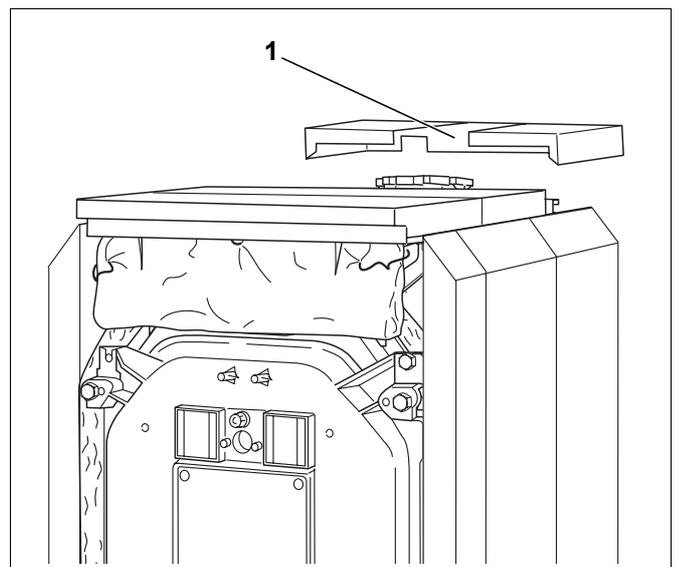

Bild 54 Hintere Haube montieren
- ▶ Hintere Kesselhaube mit den Abkantungen und dem Ausbruch für den Heizkreisvorlauf (Bild 54, **Pos. 1**) nach vorn auf die Seitenwände auflegen.